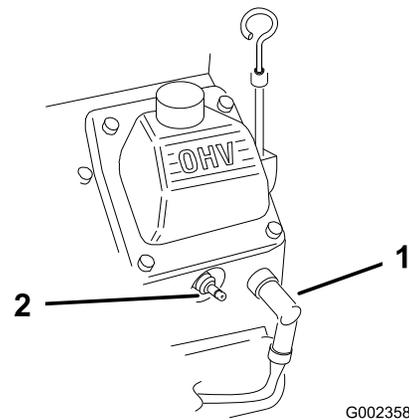

Bild 20
2. Klemmen Sie das Zündkabel von der Zündkerzen ab (Bild 20).